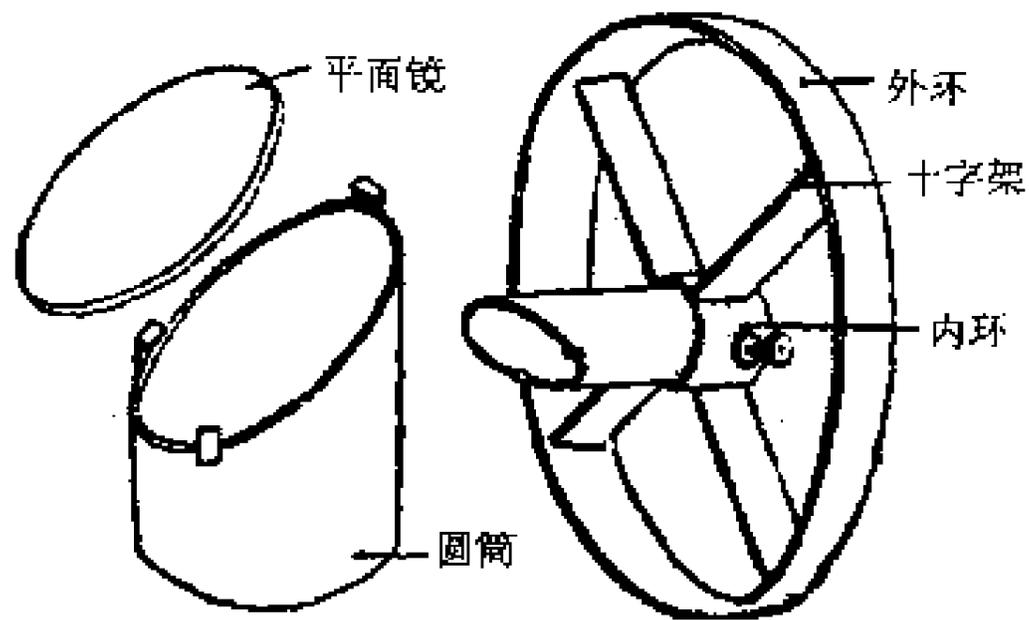

图 98 平面镜的安装
②平面镜的安装。可参考图 98。平面镜固定在一个圆筒的  $45^\circ$ 斜面上。圆筒由调节螺丝固定在十字架的内环里。十字架的外环正好能塞进镜筒里。